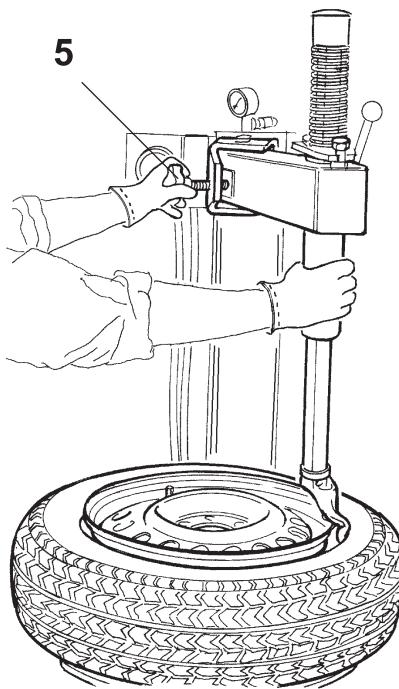

Fig.13b
tourner le bouton (5) pour régler la position de la tête de montage/démontage, comme le montre la figure 13b.